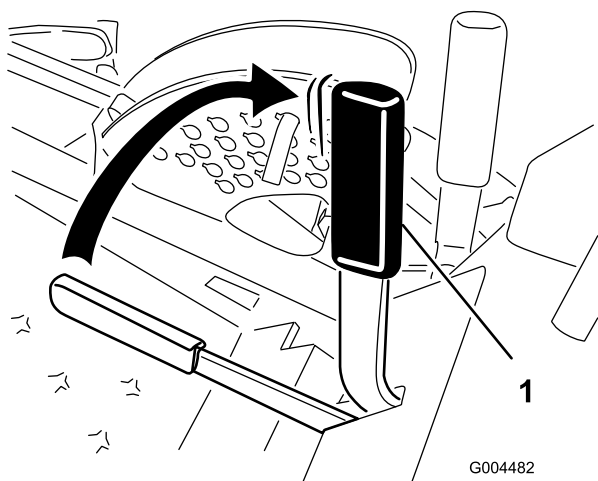

図 14
2. 駐車ブレーキ (図 14)を後ろに引き上げて、駐車ブレーキを掛ける。駐車ブレーキ・レバーが確実に固定されたのを確認する。
ブレーキ・レバーを前に倒して解除する（図 14）。